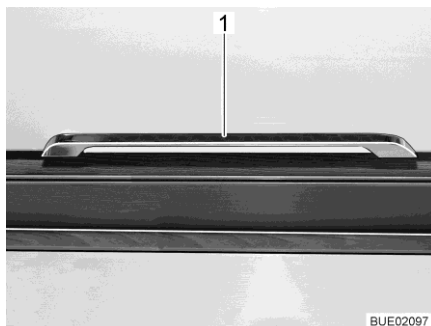

Bild 89 Låshandtag
- Tryck låshandtaget (Bild 89,1) uppåt, åt sidan eller nedåt, beroende på monteringsläge, och håll det nedtryckt.